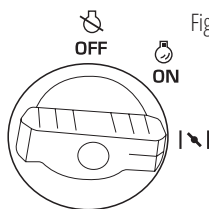
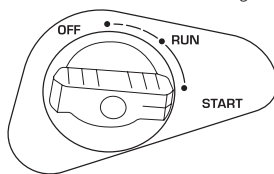

Fig. 4
Fig. 5
3. Per i modelli KSB 21i, KSB 35i portare l'interruttore del motore in posizione OFF. Per il modello KSB 21i S, portare l'interruttore 3-in-1 in posizione OFF (Fig. 4). Per il modello KSB 22i S, ruotare la manopola della serranda aria in posizione OFF (Fig. 5).